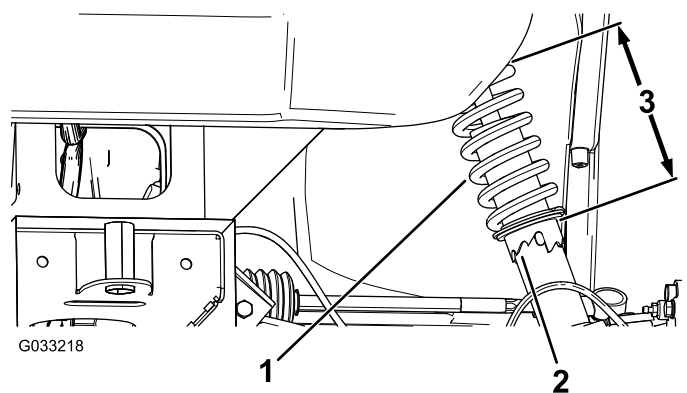

Figura 54
2. Se la campanatura della ruota non è regolata correttamente, usate la chiave fissa per ruotare il collare dell'ammortizzatore per allineare la ruota (Figura 54).